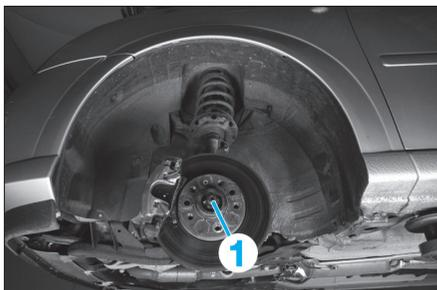

FIG. 1
- la goupille puis l'écrou de transmission avec sa rondelle (1) (Fig.1),